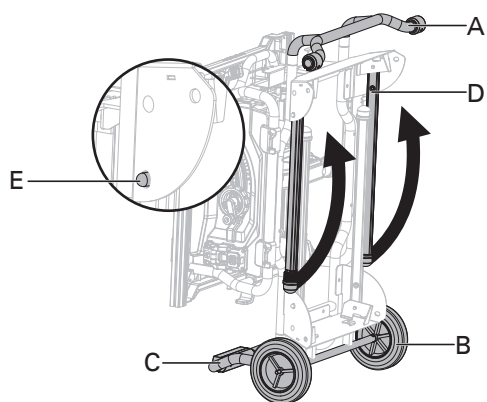

Fig. 3a
OUVRIR LE SOCLE (Fig. 3a-3d)
- Saisir la poignée I (A) et incliner la scie en arrière sur les roues jusqu'à ce que le socle soit en équilibre sur les roues (B) et l'ensemble de soutien du socle (C). (Fig. 3a)
- Déplier les deux pieds d'appui inférieurs (D) (situés sur le côté de la roue). Pour ce faire, pousser les goupilles de sécurité (E) jusqu'à ce qu'elles libèrent les pieds d'appui (D) des trous, puis balancer les pieds d'appui (D) vers le haut jusqu'à ce qu'ils (D) s'enclenchent avec les goupilles de sécurité (E) engagées dans les trous. (Fig. 3a)